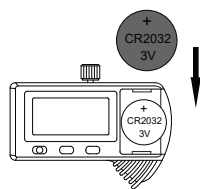

fig.2
- Insérez la pile CR2032 dans le compartiment, le pôle positif (+) de la pile doit être tourné vers l'extérieur (fig. 2).